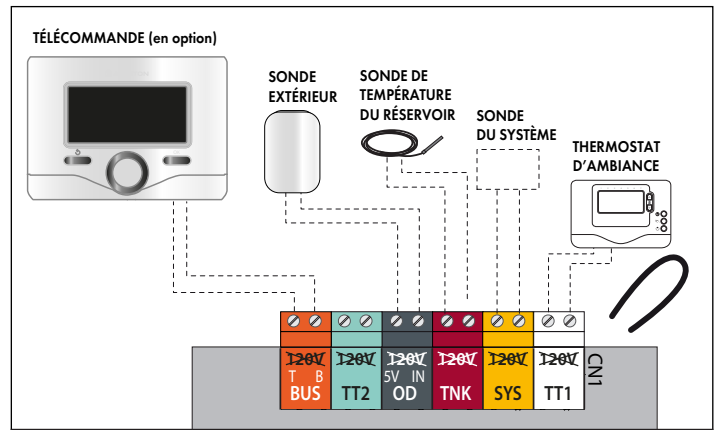

Figure 51 - Raccordements du câblage à basse tension
6. Ouvrez le couvercle du panneau de commande pour accéder à la carte principale. Voir Figure 51.